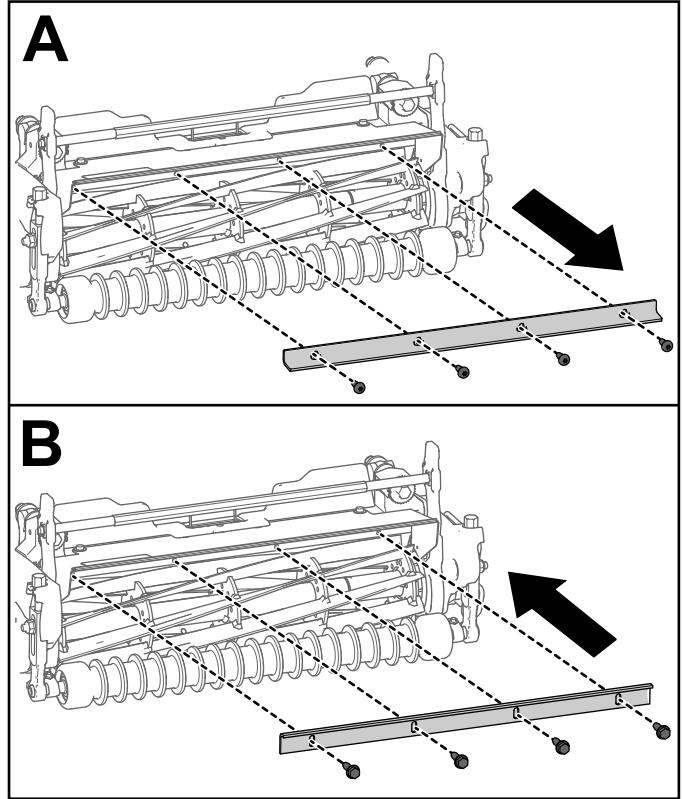

Bild 5
- Wenn die Schneideeinheitenmodelle 04657 und 04658 auf einer anderen Greensmaster 3300 oder 3400 Zugmaschine verwendet werden, entfernen Sie die Grasablenkleiste und ersetzen Sie diese durch eine Schnittleiste (Bestellnr. 115-3303-03) und vier Schrauben (Bestellnr. 131-6150), wie in Bild 5 dargestellt.